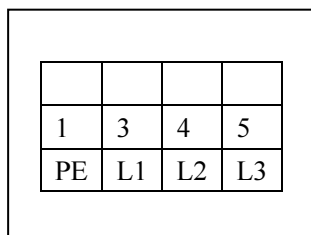

Рис. 20
- Открыть переднюю крышку пульта - Схема соединения 400 В AC: четыре провода (сечением 2,5мм²), три фазовых провода, один – заземление. Подсоединяются к клеммам L1,L2,L3, провод заземления подсоединяется к клемме со знаком PE в первую очередь. Затем к болтам заземления платформ, находящихся на напольном основании (рис. 20).